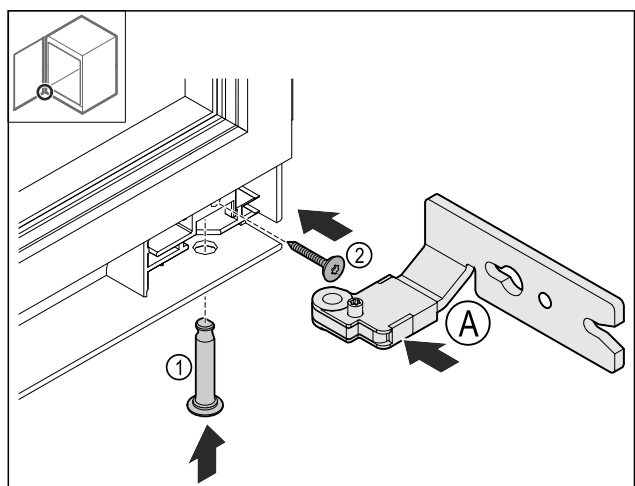

Fig. 23
- Nasadte dolný záves Fig. 23 (A).
- Zasuňte a pridržte čap Fig. 23 (1).
- Pevne utiahnite skrutku Fig. 23 (2).